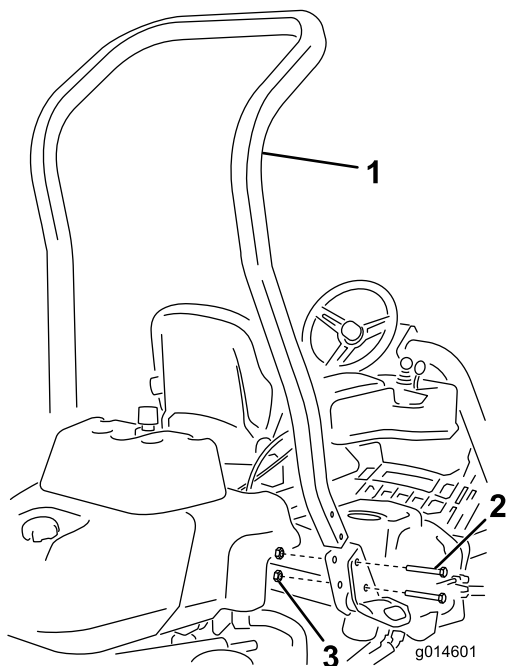

Bild 3
3. Befestigen Sie den Überrollbügel mit vier Schrauben ($\frac{1}{2}$ " x $3\frac{3}{4}$ ") und vier Bundmuttern ($\frac{1}{2}$ ") in den Aussparungen an jeder Seite der Maschine, wie in Bild 3 abgebildet.